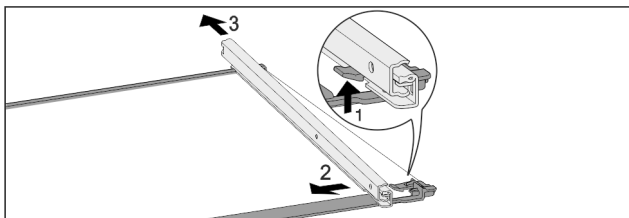

Fig. 127 Стъклена плоча с релси
- ▶ Натиснете нагоре предните фиксиращи палци. Fig. 127 (1)
- ▶ Плъзнете изтеглящата релса настрани Fig. 127 (2) и назад Fig. 127 (3).